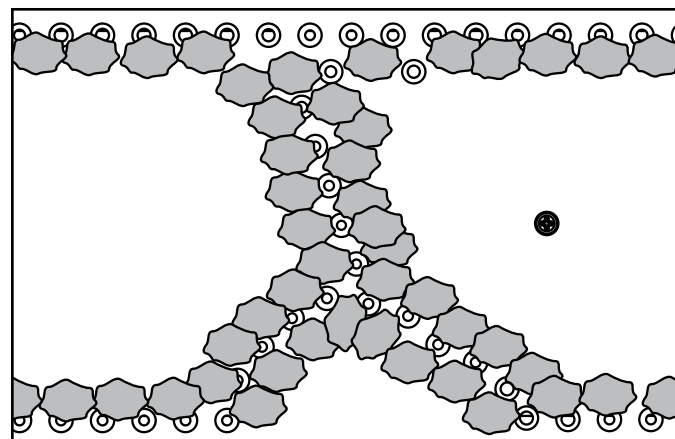

Figure 14.3 Braises recouvrant partiellement les orifices du brûleur (propane seulement)
- **Propane seulement :** Placez les morceaux de braise Embers® de la taille d'une pièce de cinq centimes de façon à ce qu'ils recouvrent partiellement les orifices du brûleur (voir la figure 14.3). Le recouvrement partiel par les braises permettra d'obtenir un bon contact avec les flammes.